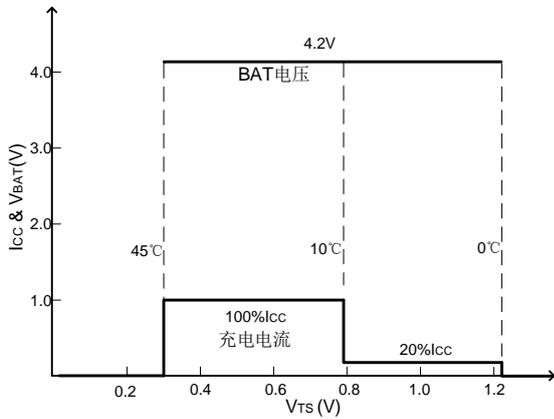

图 6-1 特殊分段 NTC 功能
①**标准 NTC 功能**：由电池内的 NTC 热敏电阻和电阻分压网络采样的电压来监控电池温度。SY6101 将 TS 管脚的电压同芯片内部的两个阈值 V_{LOW} 和 V_{HIGH} 相比较，以确认电池的温度是否超出正常范围。在 SY6101 内部， V_{LOW} 被固定在 $45% * V_{\text{IN}}$ ， V_{HIGH} 被固定在 $80% * V_{\text{IN}}$ 。如果 TS 管脚的电压 $V_{\text{TS}} < V_{\text{LOW}}$ 或 $V_{\text{TS}} > V_{\text{HIGH}}$ ，则表示电池的温度太高或者太低，充电过程将被暂停；如果 TS 管脚的电压 V_{TS} 在 V_{LOW} 和 V_{HIGH} 之间，充电周期则继续。如果 NTC 直接接 GND (NTC 电压低于输入电压 5%)，温度检测功能将被屏蔽。若不使用 NTC 功能，NTC 引脚必须接到 GND。
②**特殊分段 NTC 功能**：设计规范如图 6-1 所示，IC 内部有 3 个温度阈值：0℃，10℃，45℃。TS 特性是使用 IC 内部 50uA 的电流对热敏电阻偏置电压，并与内部温度阈值比较。检测到电池温度